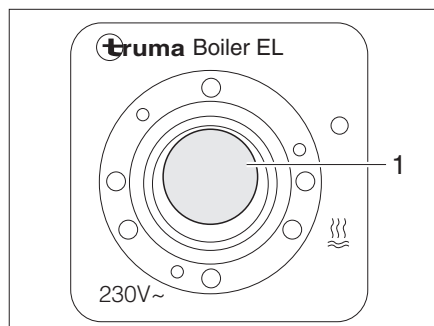

Fig. 129 Commutateur à bascule pour le chauffe-eau Truma (régime électrique 230 V)
- Mettre le commutateur à bascule (Fig. 129,1) en marche. Le voyant de contrôle placé sur le commutateur s'allume. L'eau contenue dans le chauffe-eau est réchauffée à 65 °C.
- Mettre le commutateur à bascule (Fig. 129,1) sur "O". Le voyant de contrôle placé sur le commutateur s'éteint.
- Placer l'interrupteur tournant (Fig. 128,3) de l'unité de commande (Fig. 128) sur "O" (Fig. 128,4) ou régler le commutateur à bascule (Fig. 129,1) sur "O".